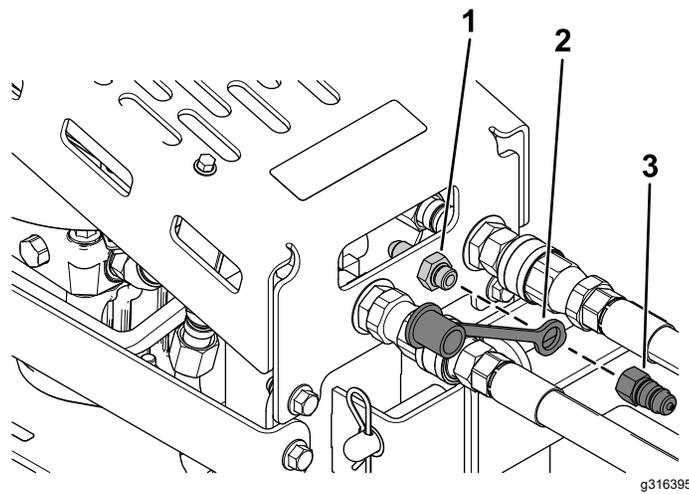

Figure 3
3. Placez le capuchon anti-poussière sur le raccord de traversée et branchez le raccord rapide sur le raccord de traversée (Figure 3).